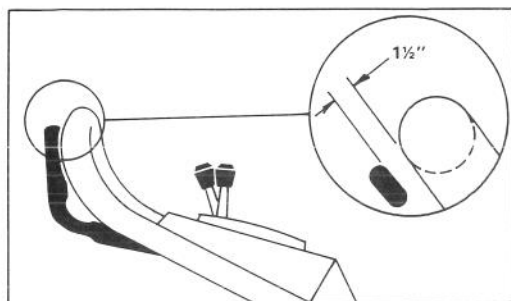

Figure 17
4. Levez la barre de commande jusqu'à ce qu'une résistance se fasse sentir. La barre de commande doit se trouver à 38 mm du guidon lorsque le réglage est correct (Fig. 17).